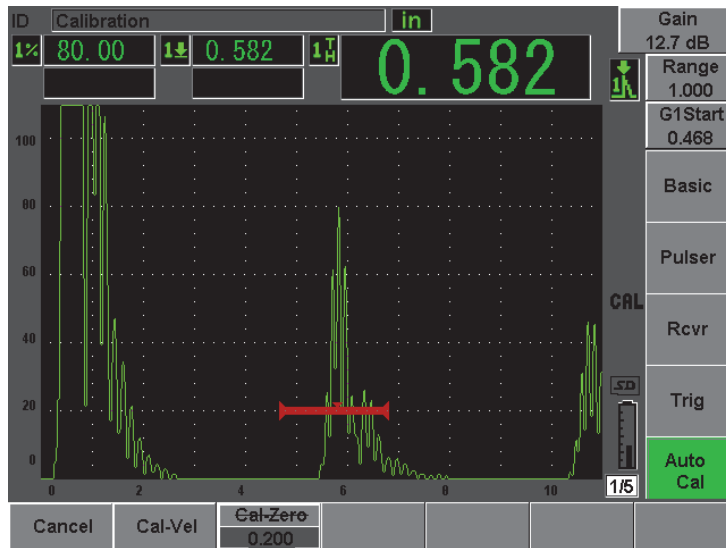

Figura 10-3 Esempio di un segnale nella porta per la calibratura della velocità
8. Inserire lo spessore noto dell'indicazione nella porta (5,08 mm [0,2 in] in questo esempio) ed in seguito selezionare **Continue** (continua) per continuare alla fase di calibratura seguente (vedi Figura 10-3 alla pagina 163). Il valore di spessore utilizzato in questa parte della calibratura sarà registrata come riferimento nella finestra **Cal-Zero**.